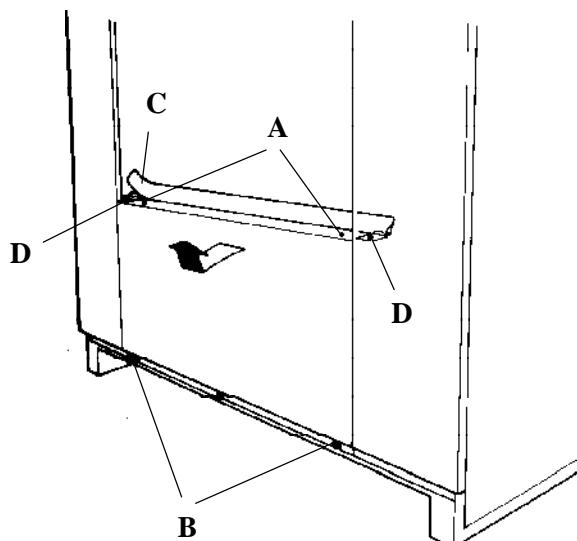

fig. 10
- Remove the screws (*fig. 10/A*) holding lower front panel and loosen the three screws (*fig. 10/B*) holding the chassis base.
- Separate the rubber profile (*fig. 10/C*) at the two small side guards (*fig. 10/D*) and remove the front guard (*fig. 10*).
- Desmontar los tornillos (*fig. 10/A*) de fijación de la tapa frontal inferior y aflojar los tres tornillos (*fig. 10/B*) de fijación a la base del chasis.
- Separar el perfil de goma (*fig. 10/C*) de las dos tapetas laterales (*fig. 10/D*) y retirar la tapa frontal (*fig. 10*).
- Démonter les vis (*fig. 10/A*) de fixation du protecteur frontal inférieur et desserrer les trois vis (*fig. 10/B*) de fixation à la base du châssis.
- Séparer le profilé de caoutchouc (*fig. 10/C*) des deux carters latéraux (*fig. 10/D*) et enlever le protecteur frontal (*fig. 10*).